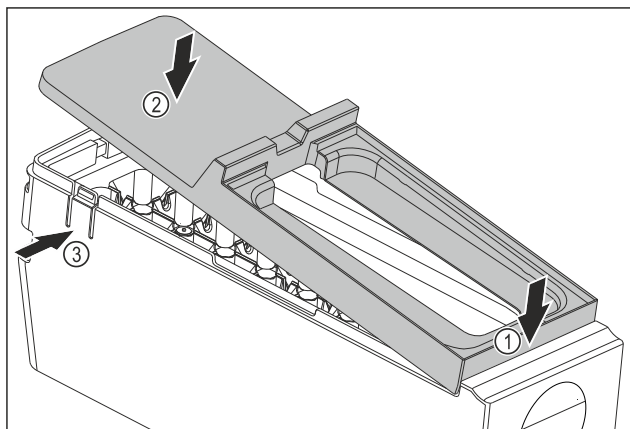

Fig. 124
- Monter le couvercle du corps de l'EasyTwist-Ice : Placer le couvercle à l'avant. Fig. 124 (1)
- Abaisser le couvercle à l'arrière. Fig. 124 (2)
- L'enclenchement du couvercle dans les deux languettes Fig. 124 (3) se fait entendre.